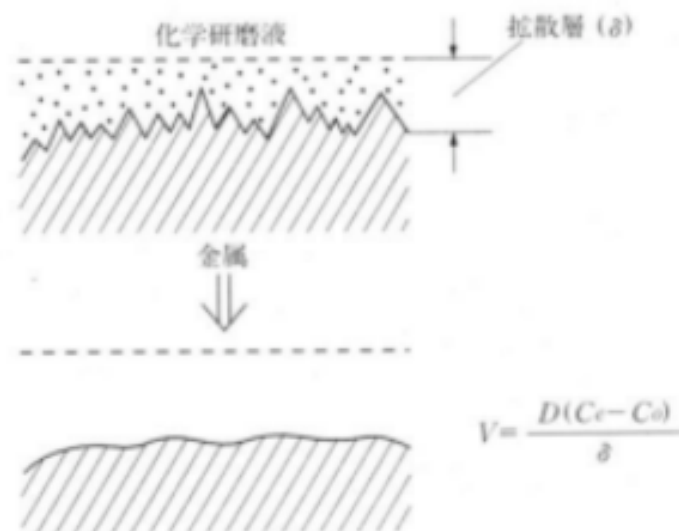

Fig.1: Model diagram of smoothing.
である。ここで、 D は拡散速度定数、 δ は拡散層の厚さ、 C_0 は化学研磨液中の金属イオン濃度、 C_e は金属表面上の金属イオン濃度である。式 (1) の拡散層の厚さ δ が見かけの金属表面に対して一様であらうとするならば、凸部は薄く、したがって V は速くなり、凹部では厚く、 V は遅くなるので平滑化が行われる。図 1 に平滑化のモデルを示す。